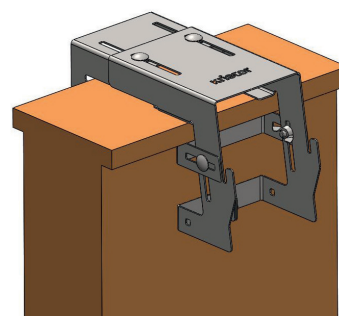
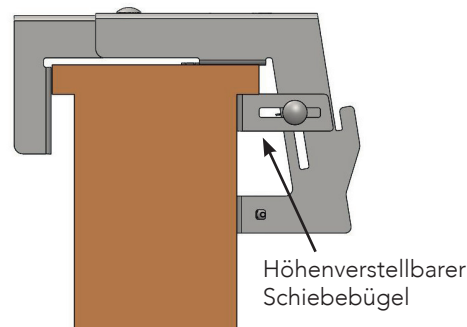

Abb. 5: Montage an Balkon mit Sims
Abb. 8: Montage an Balkon mit Sims
Wenn sie einen Balkon mit Sims haben, kann noch der Schiebebügel (3) befestigt werden, um einen optimalen Halt zu ermöglichen (Abb. 5/Abb. 8). Der Schiebebügel (3) wird auf der Höhe der Halterung für den Knister Grill (10) an den seitlichen Führungsschlitzen platziert (8). Abhängig von der Höhe des Balkonsims, kann der Schiebebügel so verschoben werden, dass er direkt am Geländer anliegt. Nun wird der Schiebebügel auf jeder Seite mit zwei Flügelmuttern (4a) und zwei Schlossschrauben (4b) befestigt (8). Falls